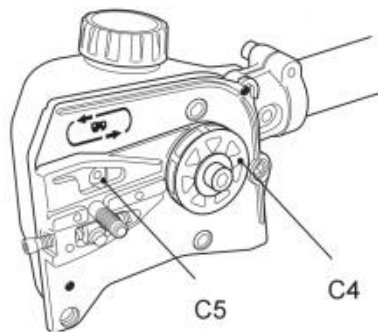

Fig. 70
2. Controllare che l'apertura di lubrificazione (C5) non sia ostruita e pulirla se necessario per garantire una corretta lubrificazione della barra di guida e della catena della sega durante il funzionamento. Utilizzate un filo morbido sufficientemente piccolo da poter essere inserito nel foro di scarico dell'olio (Fig. 70).